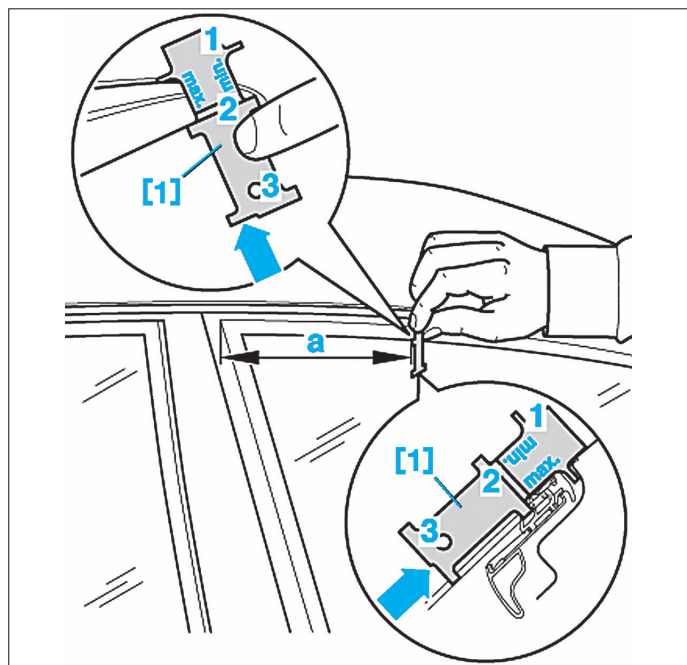

FIG. 67
- [1]. Gabarit de réglage de porte (ref. T40038/5) (Fig.67).
- placer le gabarit [1] en respectant un écart (a) de 90 mm et avec le repère «max» orienté vers la glace de porte (Fig.67).
- veiller à ce que les points (1) et (3) soient en appui. Un interstice au niveau du point (2) est toléré.
- si le point (2) ne présente pas d'interstice ou si le point (1) présente un interstice, le cadre de glace est situé trop à l'extérieur (précontrainte trop faible) et doit être réglé.
- placer le gabarit [1] en respectant un écart (a) de 90 mm et avec le repère «min» orienté vers la glace de porte (Fig.67).